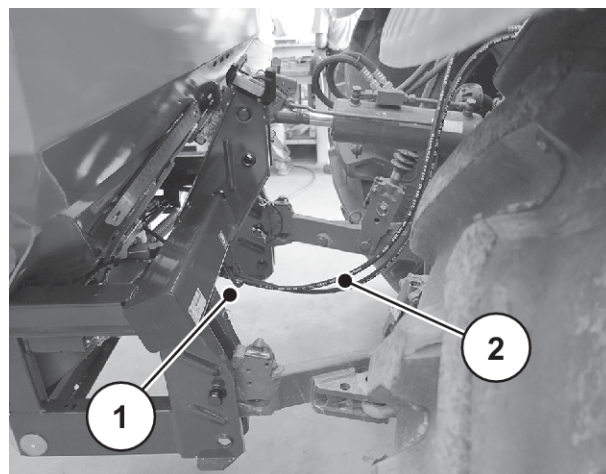

Fig. 23: Guide de flexibles hydrauliques
- ▶ Poser les flexibles hydrauliques sous le tube transversal. Voir *Fig. 23 Guide de flexibles hydrauliques*